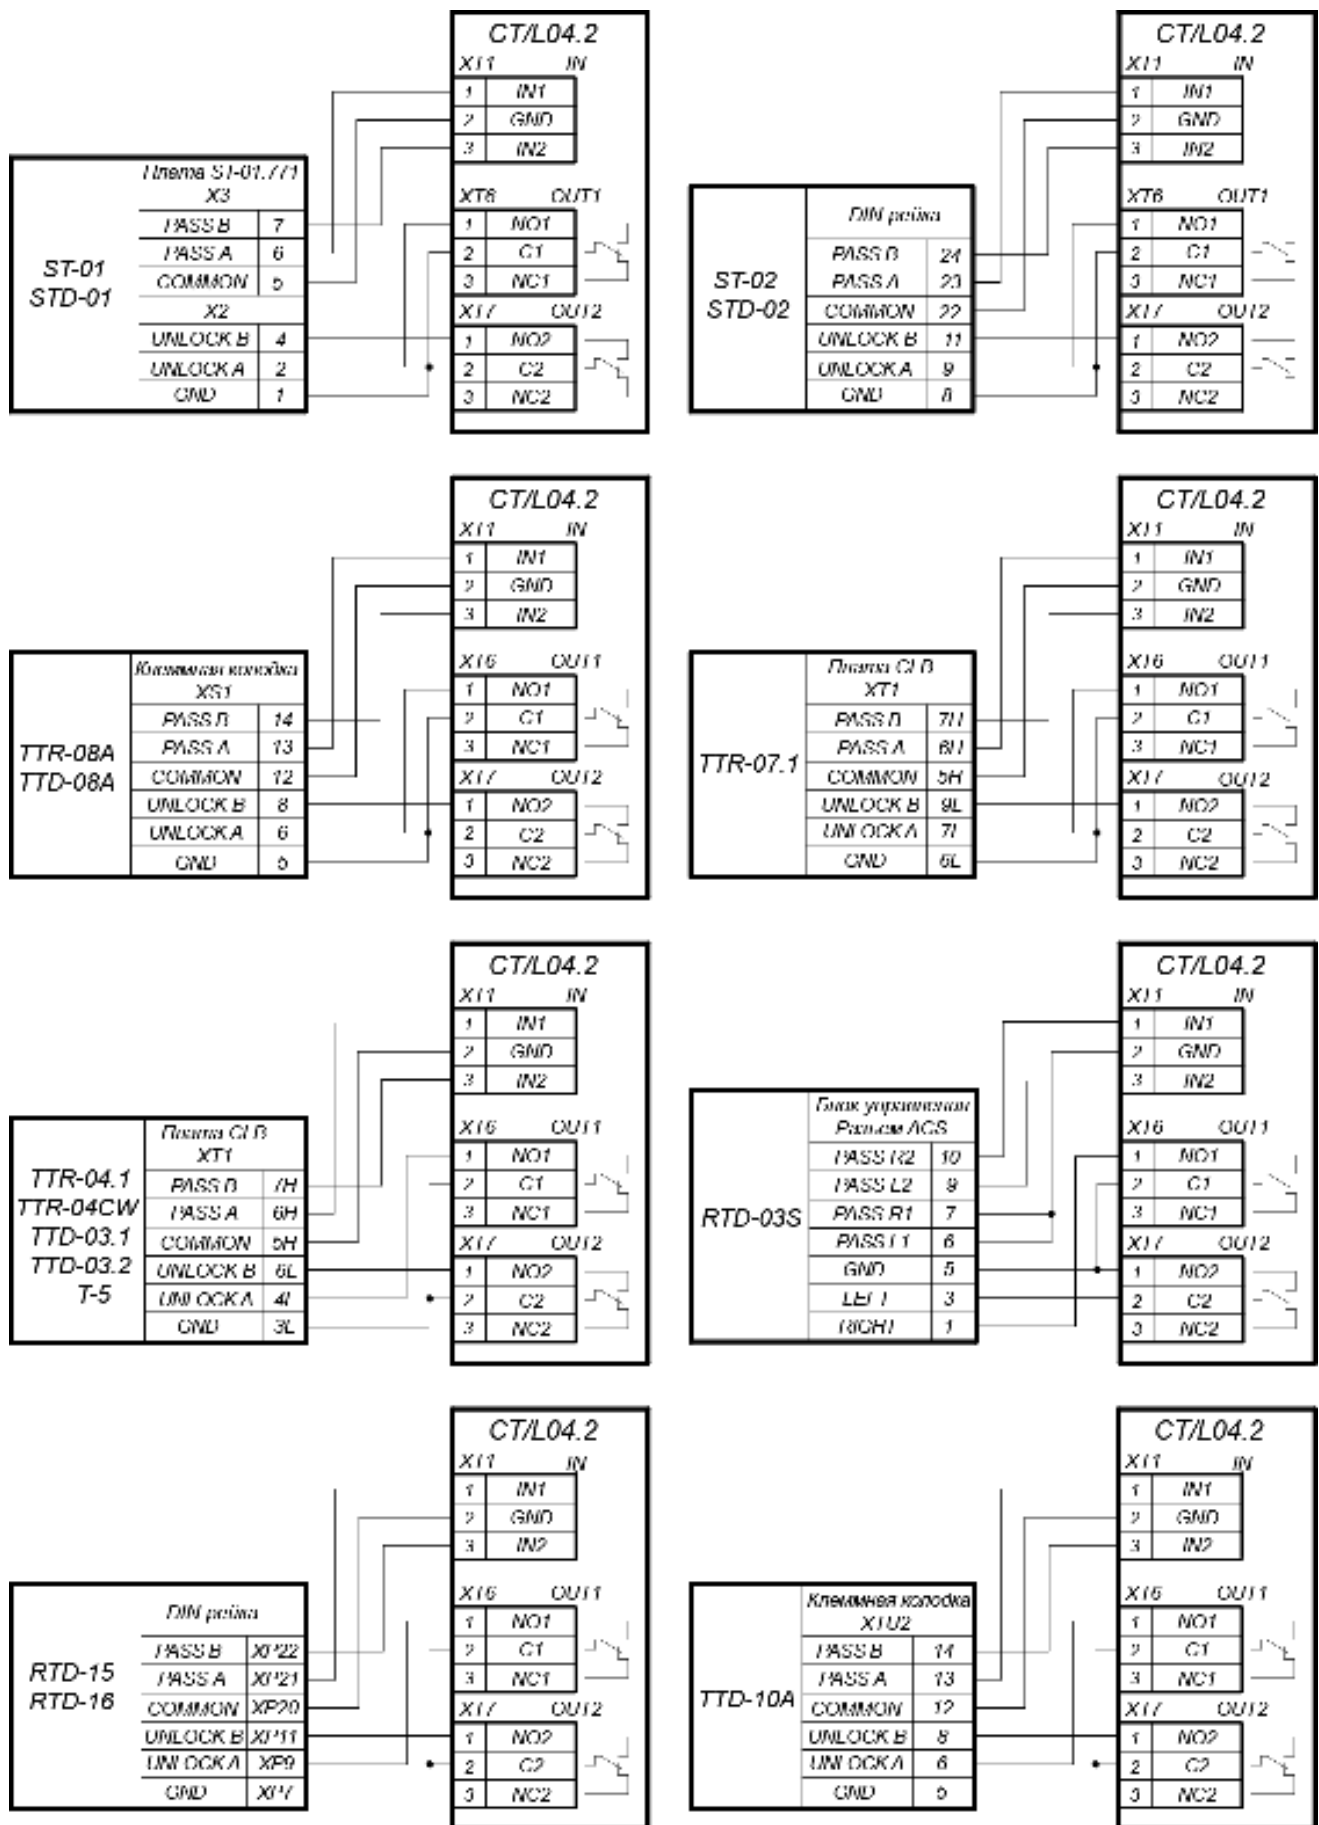

Рисунок 6. Схемы подключений турникетов в варианте конфигурации «Управление турникетом»
2. Турникет (блок управления) подключается к клеммным колодкам **XT1**, **XT6**, **XT7** нижней платы контроллера в соответствии со схемой для данного типа турникета (см. рис. 6).